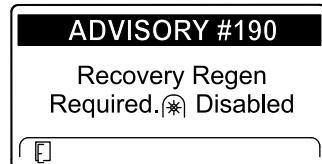

図 55
- リカバリ再生が必要ですPTOが無効化されましたアドバイス番号190図55